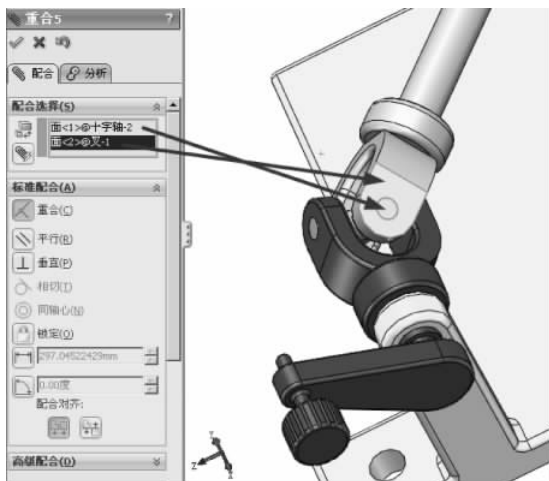

图 3-70 重合配合
(5) 单击【装配体】工具栏中的【配合】按钮,弹出【配合】的属性设置。选择【标准配合】选项组下的【重合】配合类型,在【要配合的实体】选择框中选择如图 3-70 所示的面,其他保持默认,单击【确定】按钮,完成重合的配合。